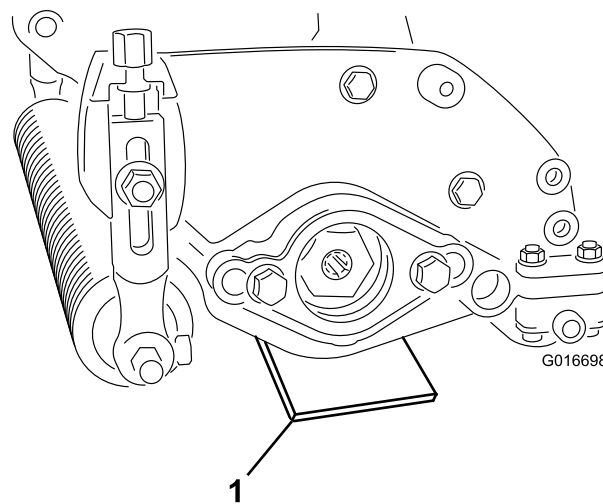

Рисунок 8
2. Поместите измерительную планку, обеспечивающую необходимую высоту ножей над уровнем грунта, с обеих сторон блока-скарификатора (Рисунок 8).